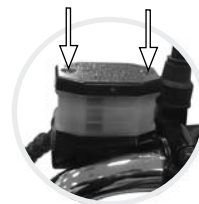

Imagen 13. Completar el nivel de líquido del freno delantero.
4. Llenar el recipiente hasta alcanzar la marca de máximo, utilizando líquido de frenos **DOT 4**. Ver imagen 13.